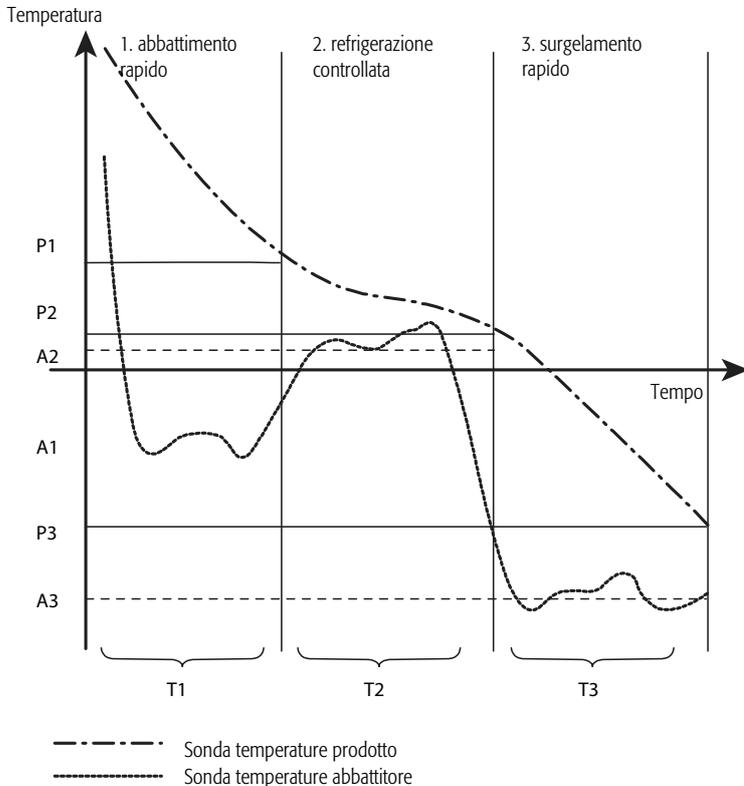

Fig. 4.2 Ciclo completo.
- set point della termoregolazione dell'abbattitore A1, A2, A3 in Fig. 4.2
- set point della temperature del prodotto per la fase finale (ciclo per temperatura) P1, P2, P3 in Fig. 4.2.